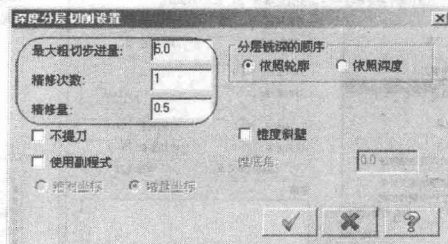

图 1-25 深度分层切削参数的设置
- (6) 单击 **Z轴分层切削** 按钮，按照图 1-25 所示设置深度分层切削参数，然后单击 ☒ 按钮。